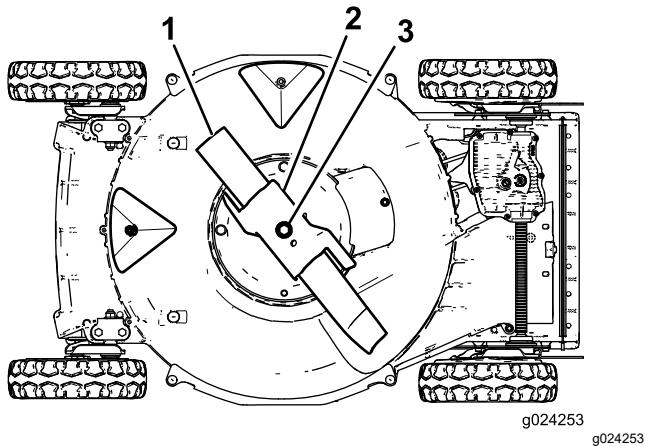

Bild 26
- Kippen Sie die Maschine auf die **rechte** Seite (Luftfilter nach oben), wie in **Bild 26** abgebildet.